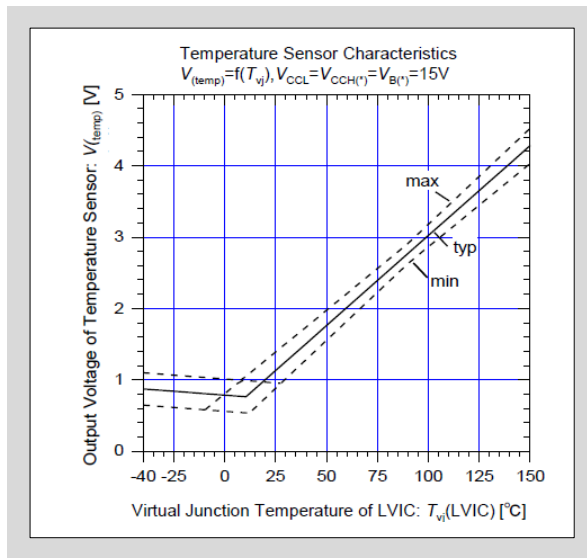

図3-24 LVIC温度とTEMP出力電圧特性
- 図3-24にLVICのジャンクション温度とTEMP端子出力電圧特性を示します。MPU電源電圧が3.3Vの場合は、TEMP端子に電圧クランプ用ツェナーダイオードを接続してください。また、約25°C以下で出力電圧はクランプ特性を示しますので、線形性が必要な場合は、TEMP端子に5k $\Omega \pm 10\%$ のプルダウン抵抗 $R_{pulldown}$ を接続してください。